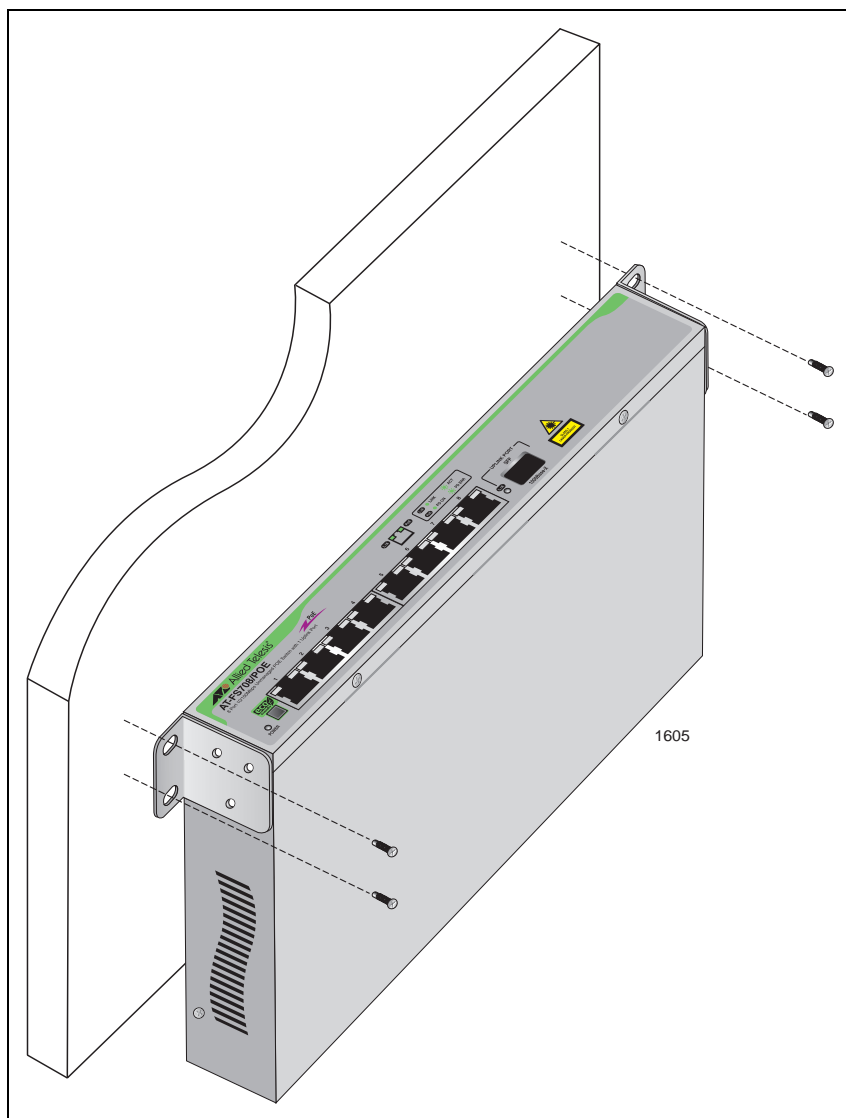

Рисунок 6. Крепление коммутатора на стену
8. Закрепите коммутатор на стене с использованием саморезов с головками phillips, как это показано на рис. 6.